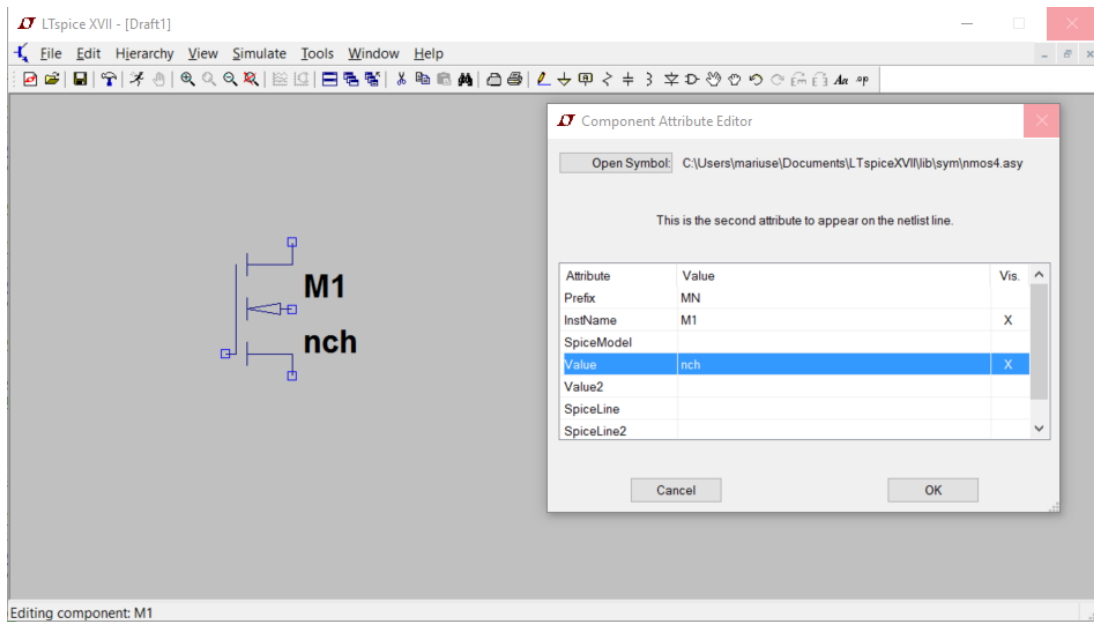

Figura A.12: LT Spice - Modificarea parametrilor W și L pentru tranzistorul nMOS.
7. Se vizualizează și editează lista parametrilor folosind *CTRL+Right Click* (se observă în Figura A.12),